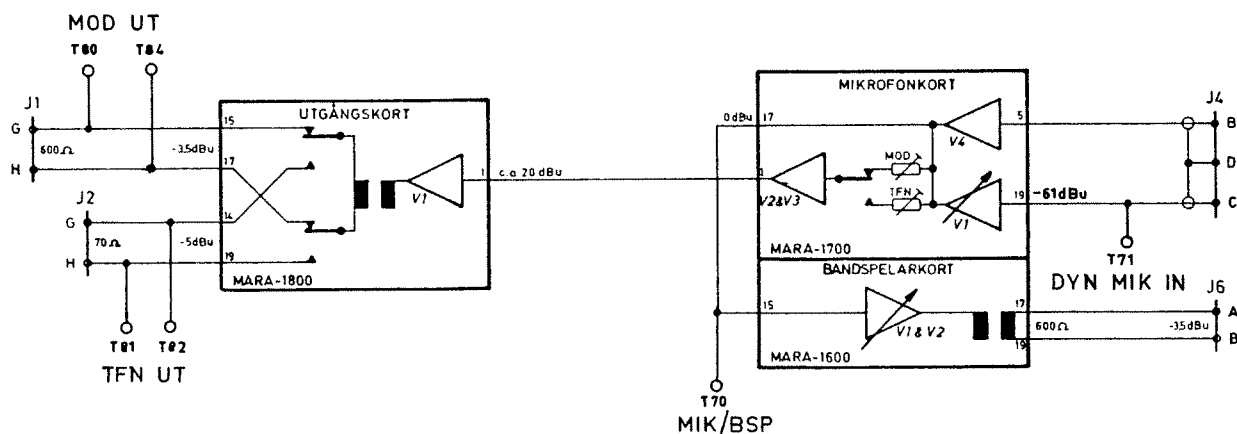

Bild 21. Blockschemat BEE Mikrofonriktning radio & telefon
6.3.3.2 Anslut URI-metern till betjäningseenhetens mätuttag T81 och T82 TFN UT, se bild 21 och 22.